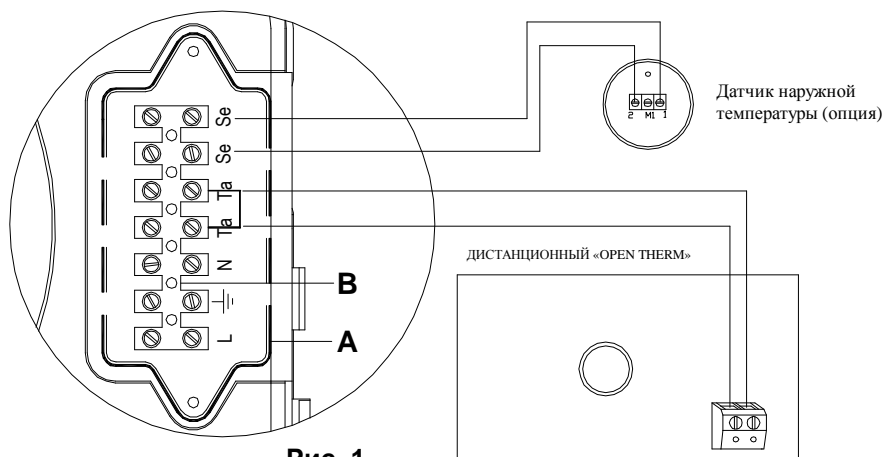

Рис. 1
- c. Ослабьте винты и снимите пластину А (см. рис. 1).